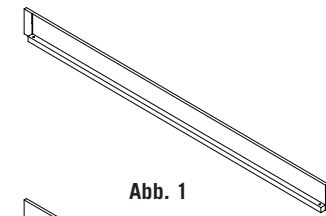

Abb. 1
- Seitenteile vorne Holz (Abb. 1)